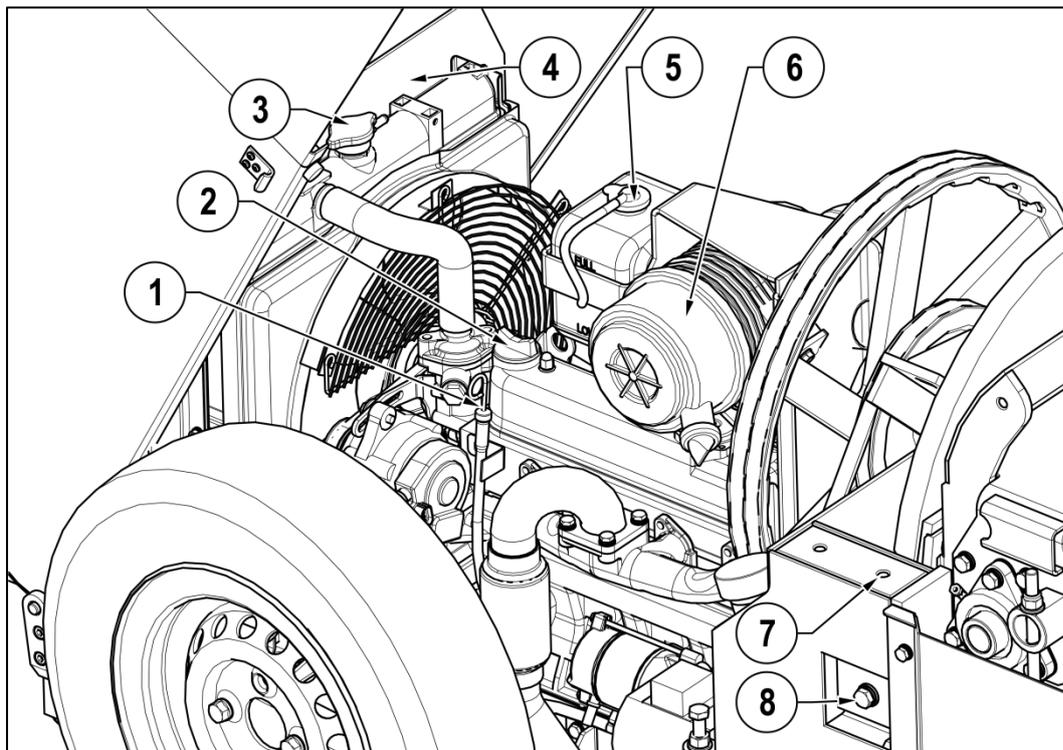

Abbildung 11
- Motoröl prüfen. Siehe Abbildung 11
- Wasserstand in Vorratsbehälter des Kühlers prüfen. Siehe Abbildung 11